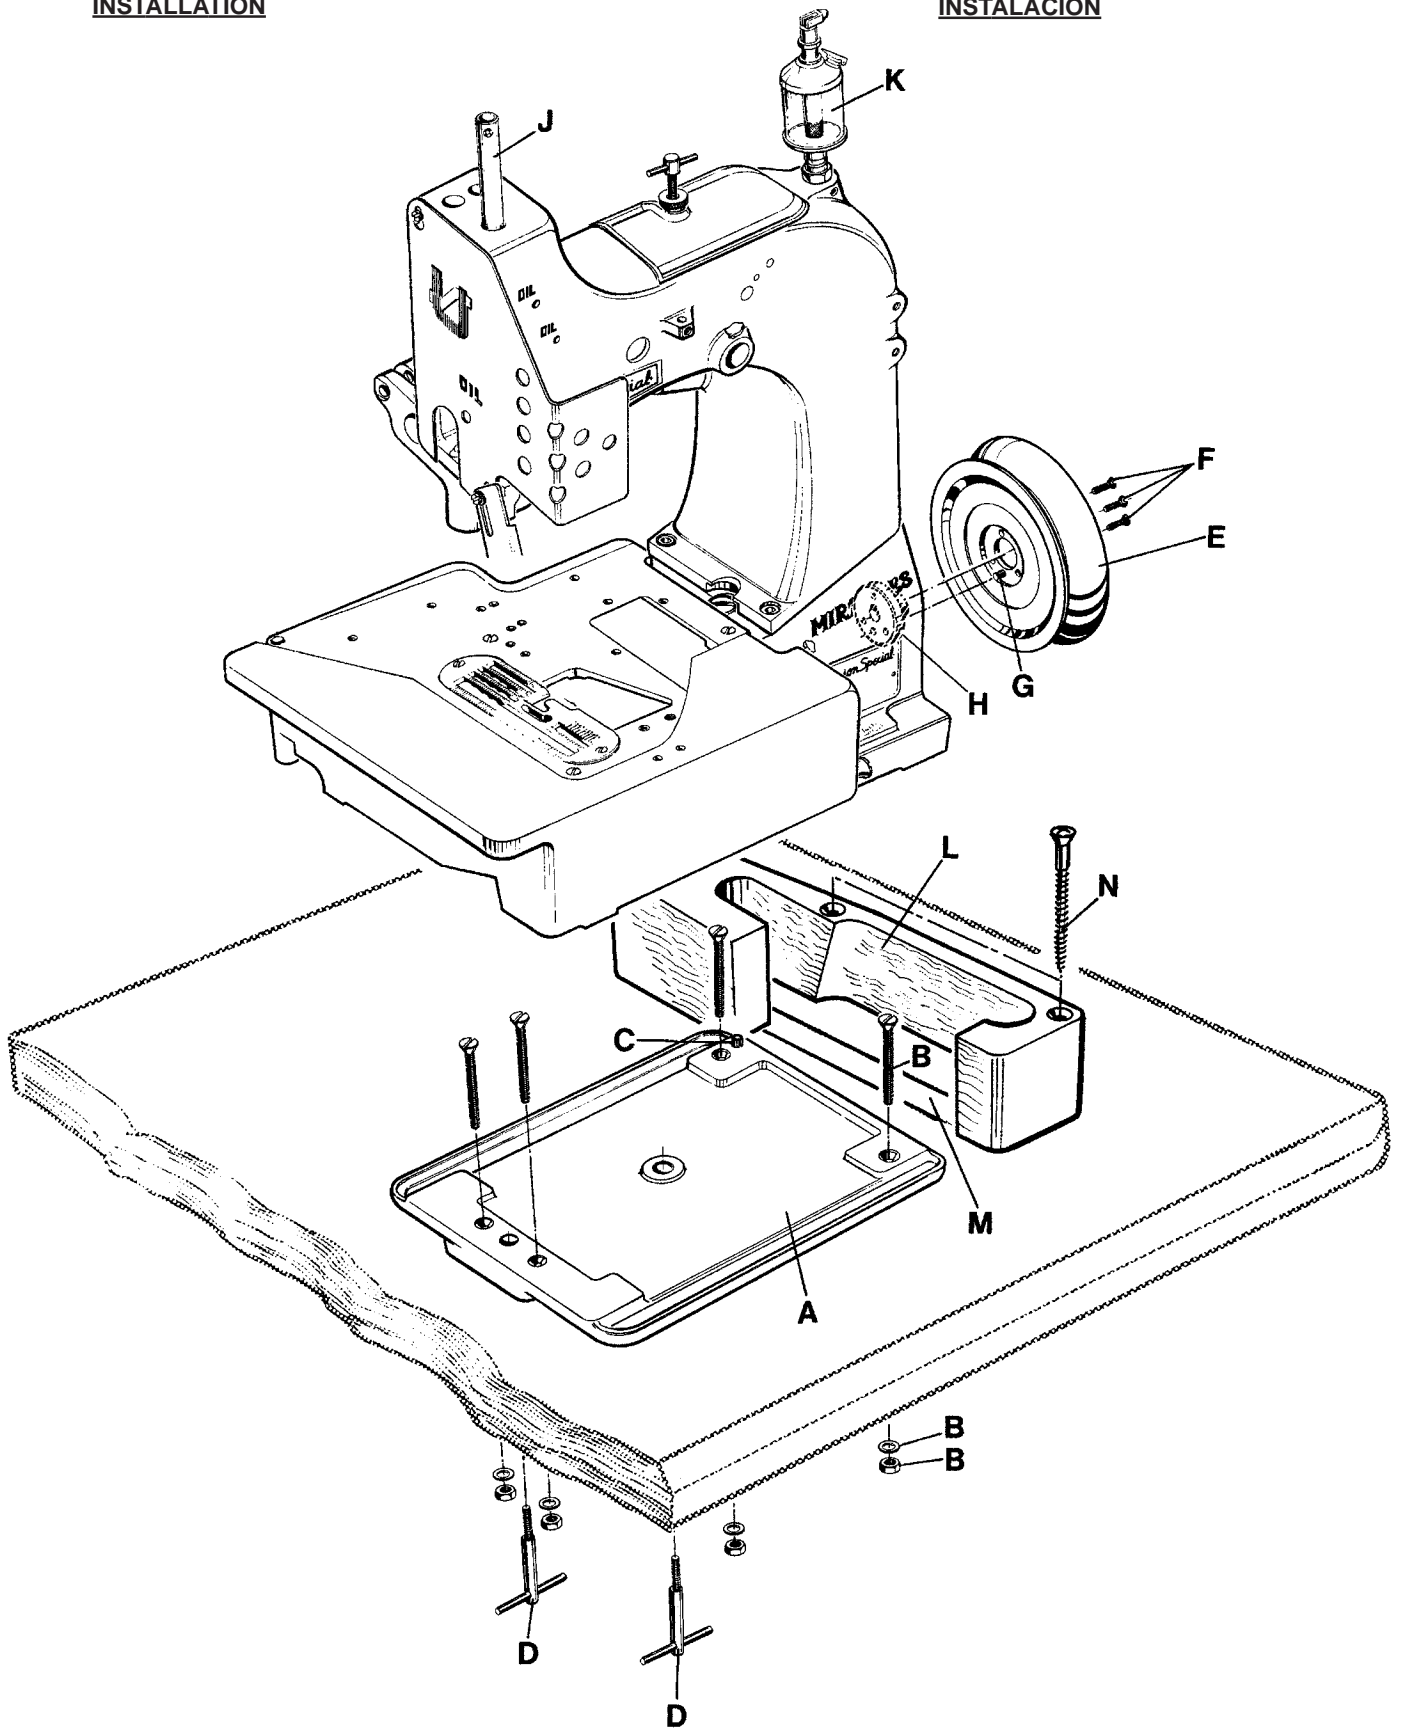
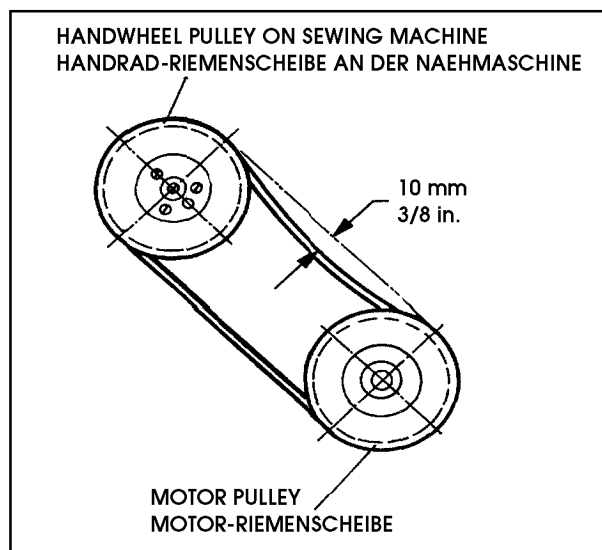

Fig. 1
Fig. 2
2. Mount the base plate (A, Fig. 1) with four screws, nuts and washers (B) in the provided holes on the table board.
3. Place the sewing machine on the base plate so that the roll pin (C) in the base plate engages with the right rear hole in the machine base.
4. Fasten the sewing machine with the two T-screws (D) on the base plate.
6. Assemble the handwheel pulley (E) with three countersunk screws (F) to the sewing machine. Pin (G) must engage with the hole in hub (H).
7. Screw in needle bar guard (J).
8. Screw in sight feed oiler (K).
9. Align the handwheel belt guard (L) with the V-belt slot (M) in the table board and with the handwheel pulley and fasten it with two wood screws (N) on the table board.
10. Dismount motor belt guard. Place the V-belt around the motor pulley and slue the motor to tense the belt. The tension on the V-belt is correct, when with moderate finger pressure it will deflect approx. 10 mm (3/8 in.) midway between handwheel pulley on the sewing machine and motor pulley (see Fig. 2). Remount motor belt guard.
2. Monte la placa de base (A, Fig. 1) con los 4 tornillos, tuercas y arandelas (B) en los huecos previstos en la tabla de la mesa.
3. Coloque la maquina sobre la base, de manera que el pasador de regulación (C) en la placa base, encaje en el hueco derecho trasero de la base de la máquina.
4. Asegure la máquina de coser con los 2 tornillos T (D) en la placa de base.
6. Monte el volante (E) con los 3 tornillos remache (F) a la máquina de coser. El pasador (G) debe encajar en el hueco de la parte central del volante (H).
7. Atornille el protector de la barra de aguja (J).
8. Asegure la aceitera (K).
9. Alinie el guarda correa del volante (L) con la perforación para la correa en la mesa (M) y con la rueda del volante y sujetelo con los 2 tornillos para madera (N) a la mesa.
10. Desmonte el guarda correa del motor. Coloque la correa en V alrededor del volante y ajuste el motor para tensar la correa. La tensión de la correa en V será la correcta cuando ejerciendo presión moderada con el dedo ceda en aprox. 10mm (3/8 pulgada) en la mitad entre la rueda del volante en la maquina de coser y la rueda del motor (Ver Fig. 2). Coloque nuevamente el guarda correa del motor.